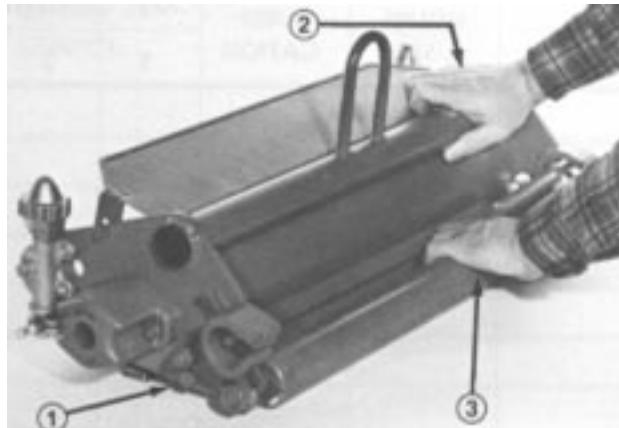

図 17
3. カッティングユニットと後ローラを上からしっかりと押しつける。後ローラがその全長にわたって床に接触するように調整する(図 17)。